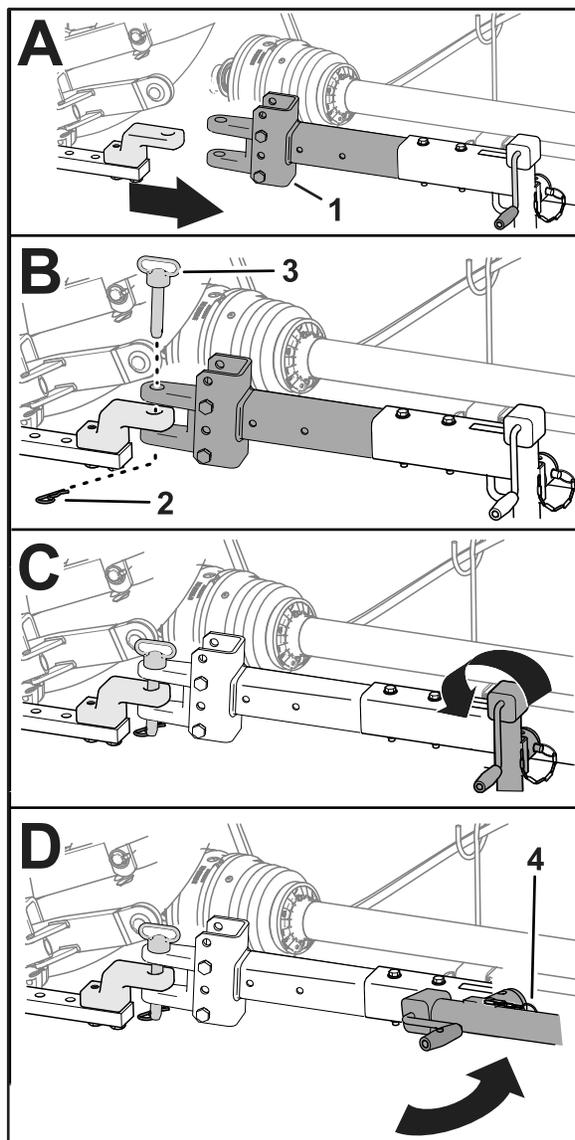

Bild 29
- Wenn Ihr Mäher über eine Bolzen-Deichsel verfügt, stecken Sie den Kupplungsstift durch die Löcher in der Deichsel und Zugstange und sichern Sie den Stift mit dem Splint (Bild 29).
6. Heben Sie den Deichselheber vollständig an (Bild 29).
7. Entfernen Sie den Stift, der den Deichselheber an der Deichsel sichert, schwenken Sie den Deichselheber in die horizontale Stellung und sichern Sie den Deichselheber mit dem Stift (Bild 29) an der Deichsel.